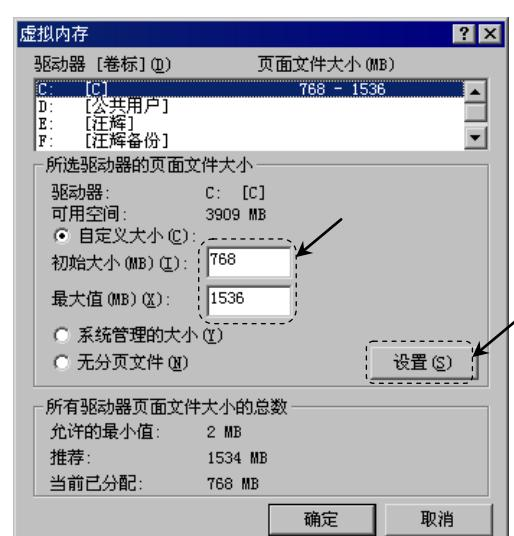

图 2.3.7 “虚拟内存”对话框
Step5. 系统弹出图 2.3.7 所示的“虚拟内存”对话框，可在 **初始大小(MB)(I):** 文本框中输入虚拟内存的最小值，在 **最大值(MB)(X):** 文本框中输入虚拟内存的最大值。虚拟内存的大小